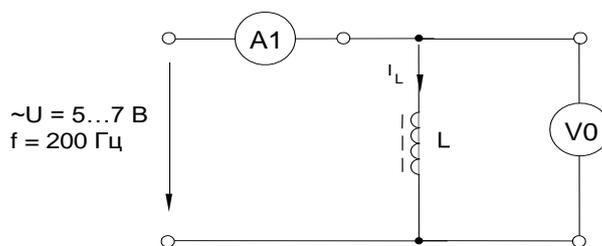

Рисунок 7.11 – Схема электрических соединений
- Соберите цепь согласно схеме (рис. 7.11), подсоедините к ней регулируемый источник синусоидального напряжения с параметрами: $U = 5 \dots 7 \text{ В}$ и $f = 200 \text{ Гц}$. В качестве индуктивности с малым активным сопротивлением используйте катушку трансформатора 300 витков, вставив между подковами разъемного сердечника полоски бумаги в один слой (немагнитный зазор).